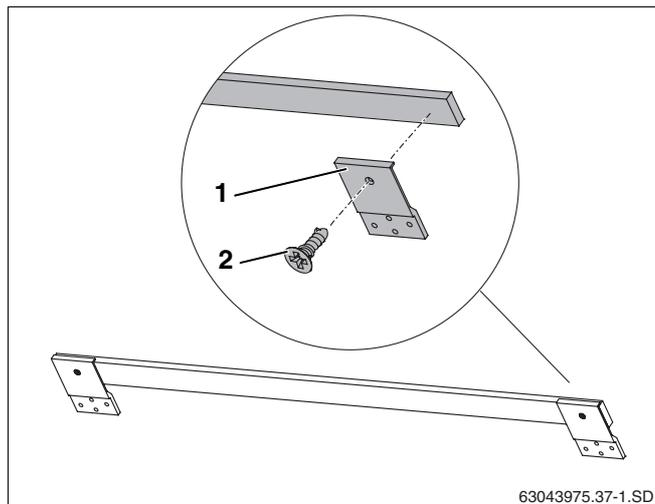

Fig. 10 Monter les dispositifs anti-glisserment sur la première latte supplémentaire
Pour le montage horizontal, fixer 3 dispositifs anti-glisserment (fig. 10, **pos. 1**) sur une baguette en bois (2 extérieures, 1 centrale).
- Fixer deux dispositifs anti-glisserment (fig. 10, **pos. 1**) à chaque extrémité de la baguette en bois à l'aide de vis 4x10 (fig. 10, **pos. 2**).